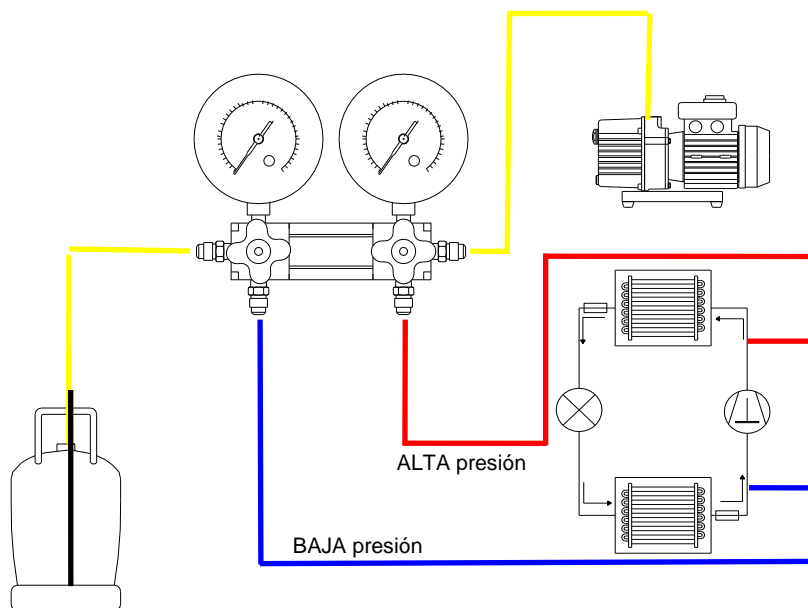

Figura 4 Conexión del SPY en intervenciones de asistencia
1. Realizar las conexiones, como se indica en la Figura 4.